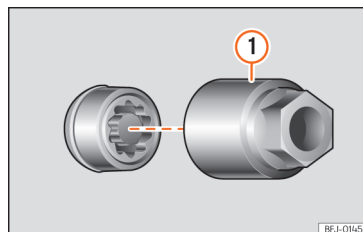

Abb. 37 Diebstahlhemmende Radschraube mit Abdeckkappe und Adapter
- Schieben Sie den Spezialadapter »» **Abb. 37** ① (Bordwerkzeug »» Seite 40) bis zum Anschlag in die diebstahlhemmende Radschraube.